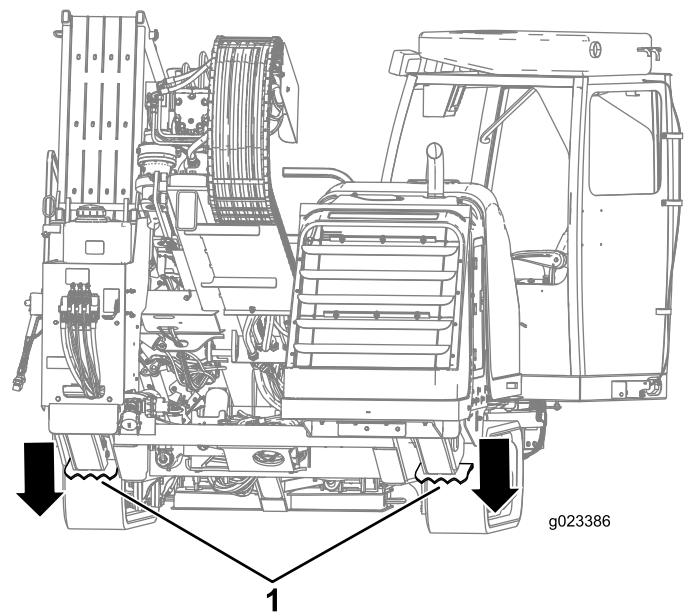

Figura 74
10. Desça os estabilizadores traseiros até se assentarem no solo, ou até obter o ângulo de entrada desejado (Figura 74).